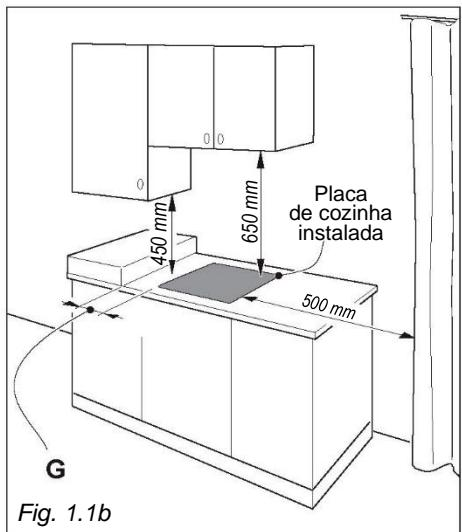

Fig. 1.1b
- Deve haver uma distância de, pelo menos, 650 mm entre a placa e qualquer armário de parede ou exaustor posicionado imediatamente acima (ver fig. 1.1b).